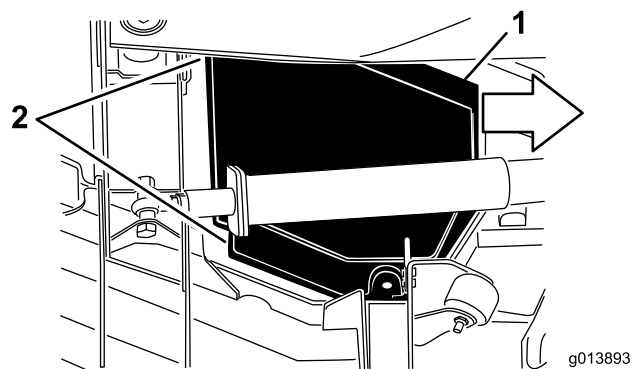

Рисунок 46
5. Подняв крышку, сдвиньте ее к тяговому блоку примерно на 2,5 см, чтобы отсоединить наружный край крышки от деки (Рисунок 46).